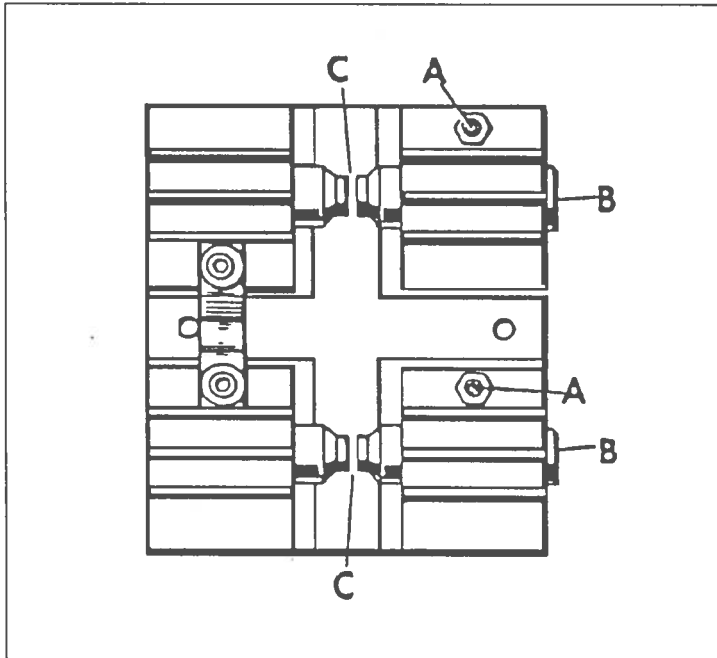

Fig. 5: Réglage des éclateurs.
2. Réglage des éclateurs (HF) FIG. 5